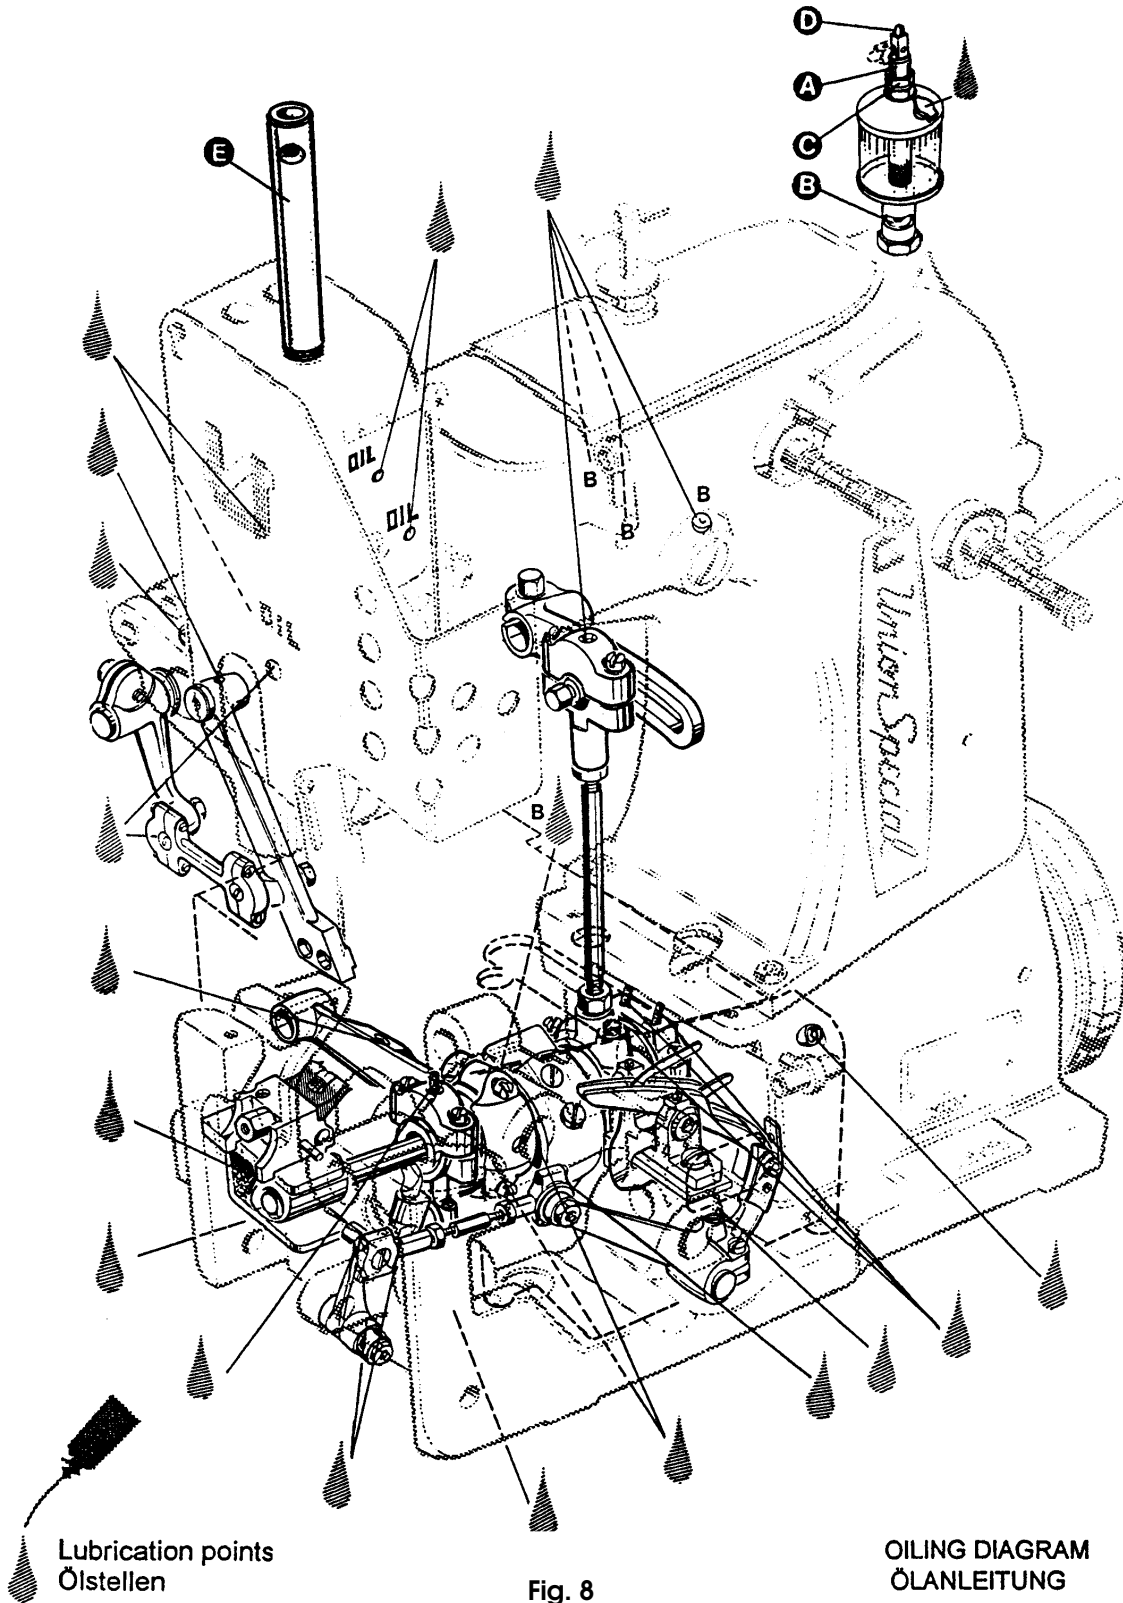

Fig. 8
Before operating a new machine for the first time, the sight feed oiler has to be adjusted. All lubrication points, indicated on the oiling diagram (Fig. 8), have to be oiled.
For adjusting fill the sight feed oiler half-way with oil and turn the metering pin (A, Fig. 8) a little bit out and then turn it in, until there will flow two to three drops of oil per minute. This can be checked on the sight glass (B). Secure the setting of the metering pin with lock nut (C). Fill the oiler.
Bevor eine neue Maschine zum ersten Mal in Betrieb genommen wird, muß der Tropföler eingestellt werden. Alle in der Ölanleitung (Fig. 8) angegebenen Schmierstellen müssen geölt werden.
Füllen Sie den Tropföler zum Einstellen halb mit Öl und drehen Sie den Zumeßstift (A, Fig. 8) etwas aus und dann so weit ein, bis pro Minute zwei bis drei Tropfen Öl fließen. Dies kann am Schauglas (B) geprüft werden. Sichern Sie die Einstellung des Zumeßstiftes mit der Kontermutter (C).